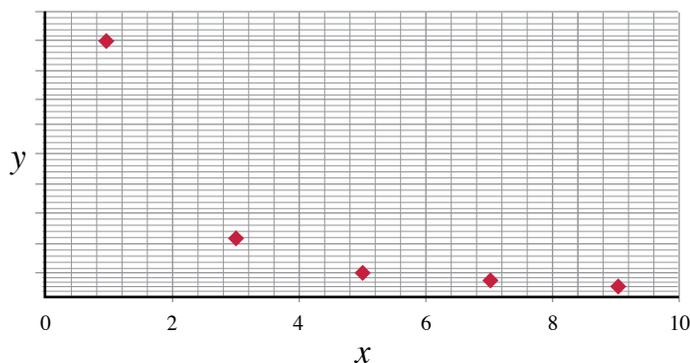

Figura 9. Gráfico de $y = f(x)$
Lo primero es linealizar los datos de la tabla 8, ya que como se puede observar en la figura 9, estos datos no representan una función lineal. La linealización de la ecuación (13), la cual representa una función exponencial, implica utilizar funciones logarítmicas como se muestra a continuación: